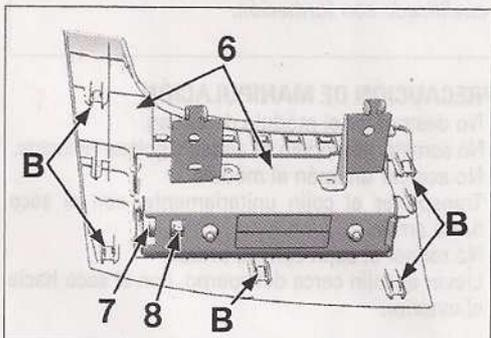
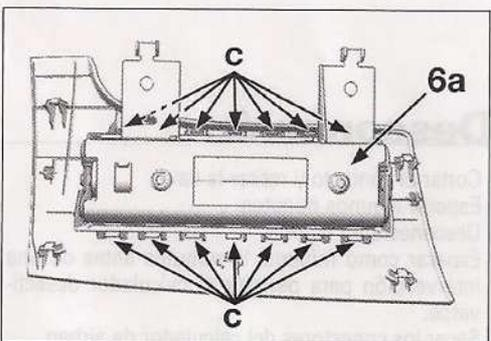

FIG. 13
FIG. 14
- Desengrapar el conjunto (6) en (B) (Fig.13).
- Desconectar el conector del cableado (7) y masa (8).
- Desmontar el conjunto (6).
- Desengrapar el cárter del módulo (C) (Fig.14).